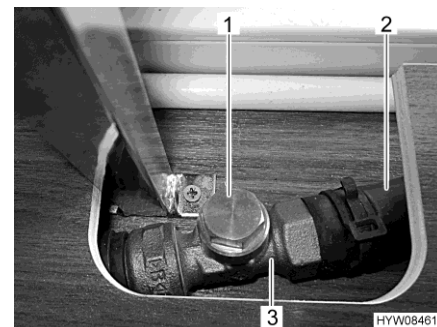

Fig. 180 Valvola (aperta)
- Afferrare la tubatura di bypass (Fig. 180,2) dietro la valvola (Fig. 180,3). Il tubo flessibile deve essere tiepido.